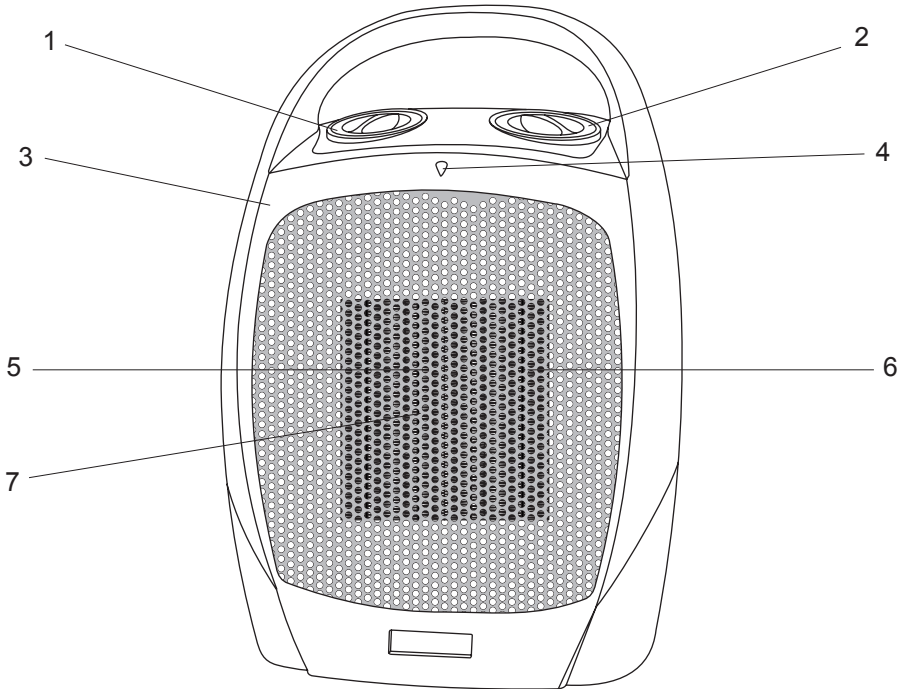

Рис.1
4.1. Тепловентилятор складається з таких основних частин (Рис. 1):